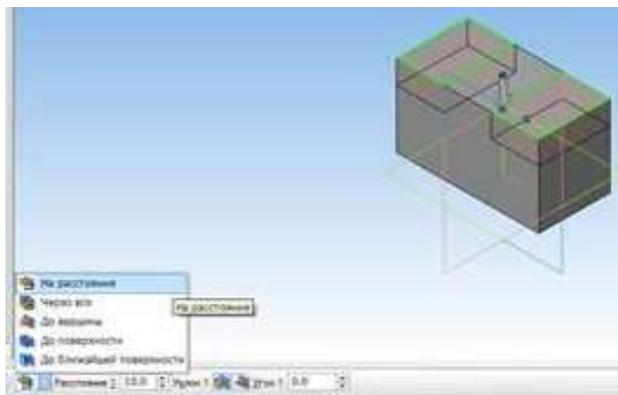
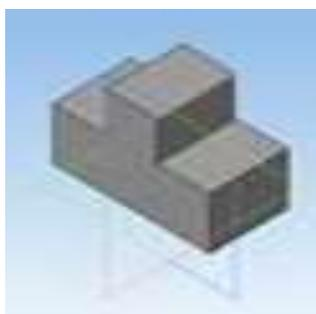

Рисунок 13.14 – Выдавливание на расстояние
Рисунок 13.15 –Результат выдавливания на расстояние
10. Выберите команду Вырезать выдавливанием. Измените на Выдавить на расстояние, укажите расстояние 15 мм (рисунок 13.14, рисунок 13.15).